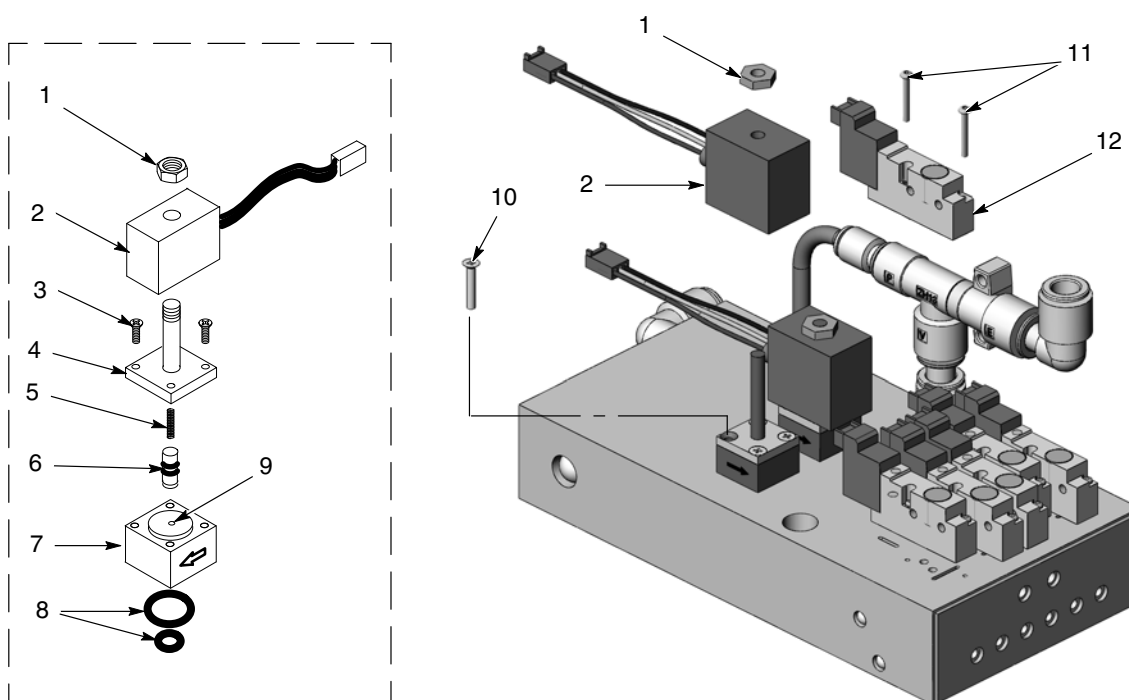

Figure 6-1 Réparation du distributeur
1. Voir la figure 6-1. Retirer l'écrou (2) et la bobine (2) du régulateur de débit.
2. Retirer les deux longues vis (10) pour pouvoir retirer le régulateur de débit du distributeur.
Voir la figure 6-1. Retirer le régulateur en retirant l'écrou (1), la bobine (2) et les vis longues (10).
Voir la figure 6-1. Pour démonter les électrovannes, retirer les deux vis (11) dans le corps de valve et soulever l'électrovanne (12) du distributeur.